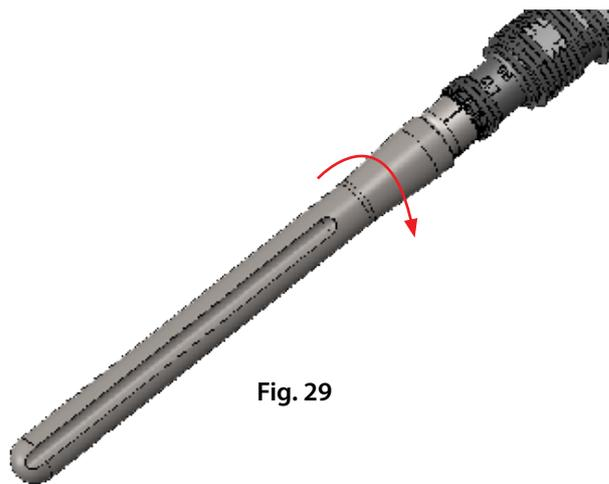

Fig. 29
- Atornille el vástago de prueba al adaptador de offset de prueba (Fig. 29). La selección del vástago de prueba dependerá del tipo de vástago a implantar. Véanse las tablas que aparecen a continuación: